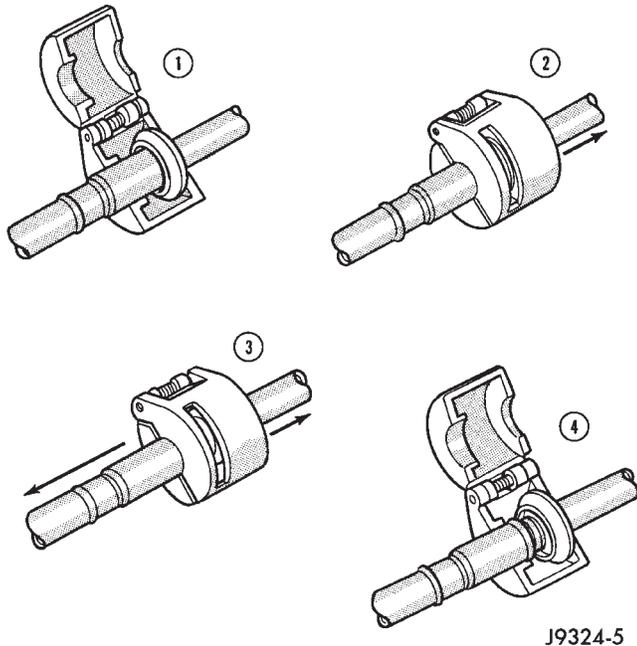

Abb. 14 Federschloßkupplungen der Kältemittelleitungen lösen
(2) Sicherungsclip von der Federschloßkupplung lösen.
(3) Das entsprechende Spezialwerkzeug 7193 zum Trennen der Federschloßkupplung am Kupplungskäfig ansetzen (Abb. 14).